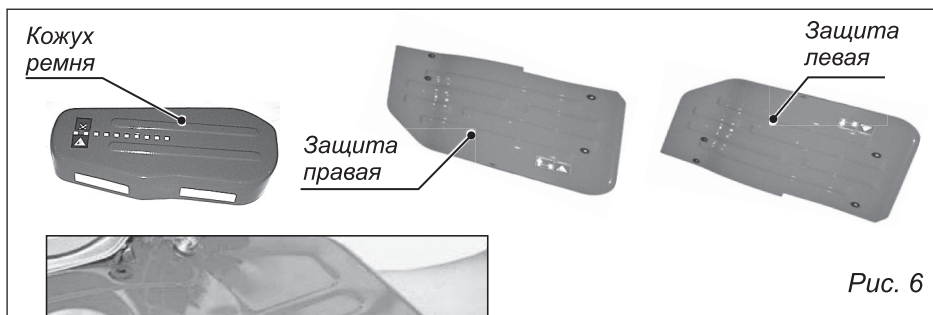

Рис. 6
8. Установите на центральную защиту и смонтируйте с помощью болтов, гаек боковые защиты, учитывая их левое и правое положение (рис. 6).